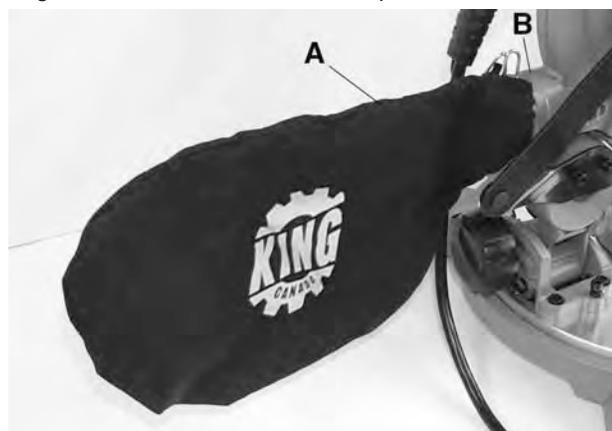

Figure 3
Le sac de poussière (A) Fig.3 s'installe par dessus l'adaptateur (B) à l'arrière de la tête. Pour les meilleurs résultats, videz le sac de poussière lorsqu'il est rempli à moitié. Ceci permet un meilleur débit d'air à travers du sac de poussière et améliore la collection de poussière.